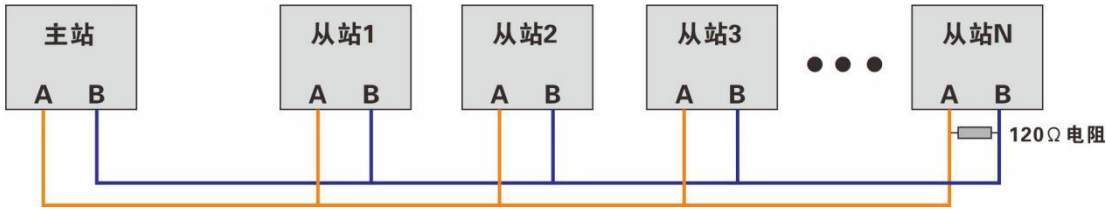

图 7.4
2、总线上挂接的设备较多时为避免信号反射应在距离最远的一台设备通信口 AB 间并接一个 120 欧姆匹配电阻如图 7.4。